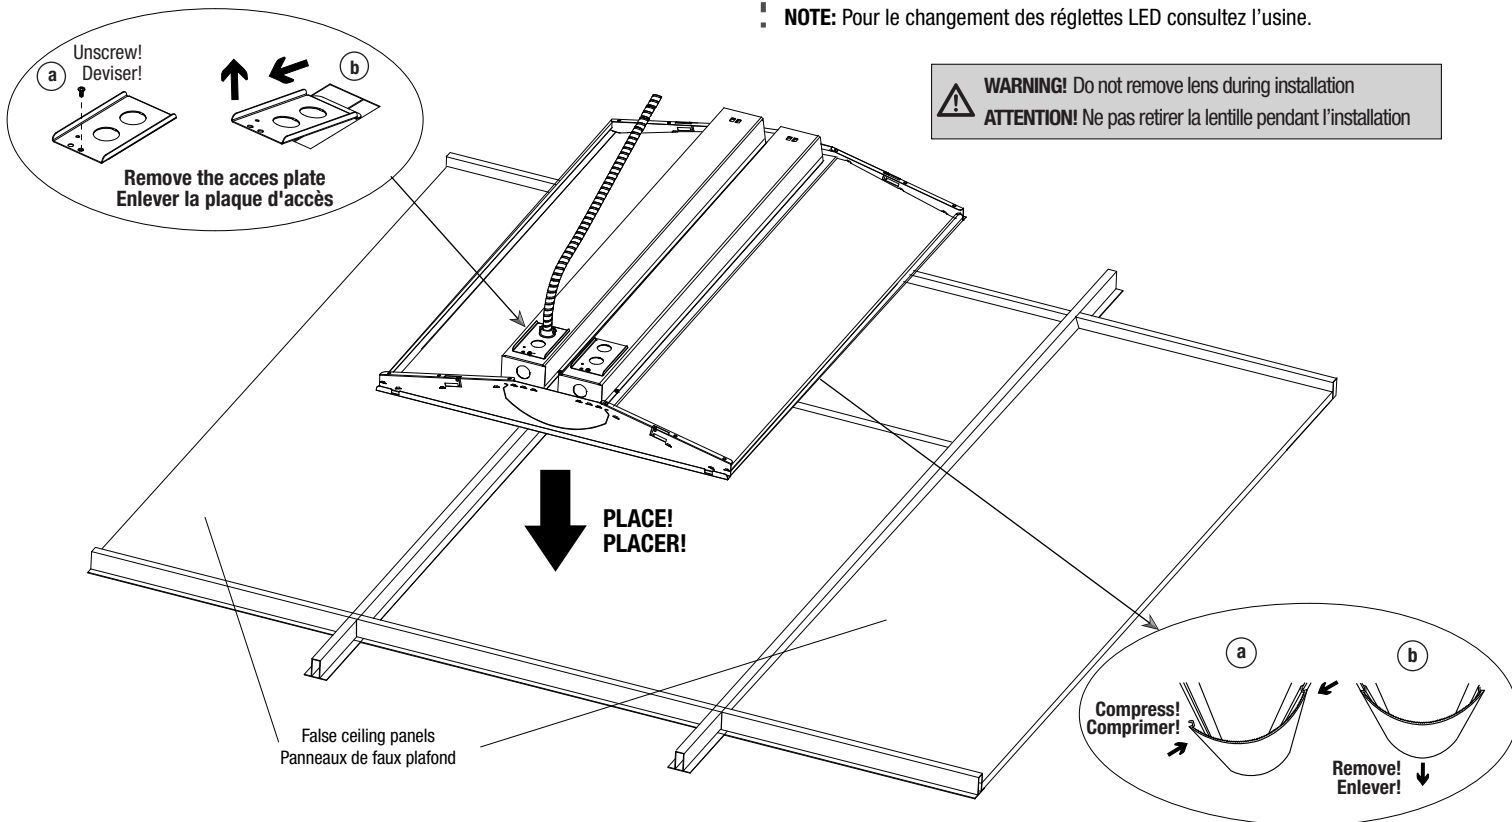

Fig. 1
2. Angle the fixture into the opening and place it securely onto the suspended T-bars grid ceiling (Fig. 1).
3. Remove the access plates of the junction boxes (see Fig. 1 detail).
2. Inclinez le luminaire dans le trou prévu dans le plafond et placez-le de façon à ce qu'il s'emboîte sécuritairement sur la grille "T-bar" dans le plafond (Fig. 1).
3. Enlever les plaques d'accès des boîtes de jonction (voir le détail dans la Fig. 1).